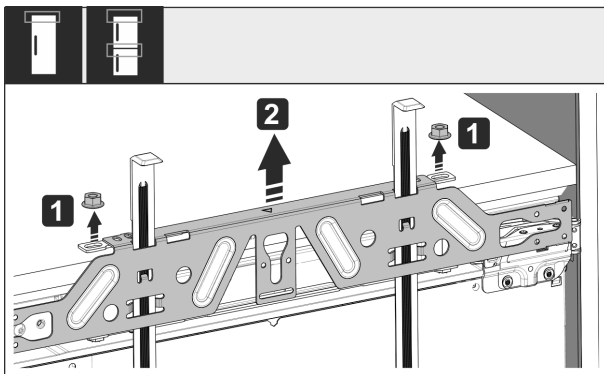

Fig. 55
- Shtrëngoni kundërdadot Fig. 55 (1).
- Hiqni traversën e mbërthimit Fig. 55 (2).